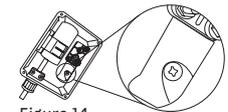

Figura 14.
4. Conecta la tierra física (ver Figura 14).